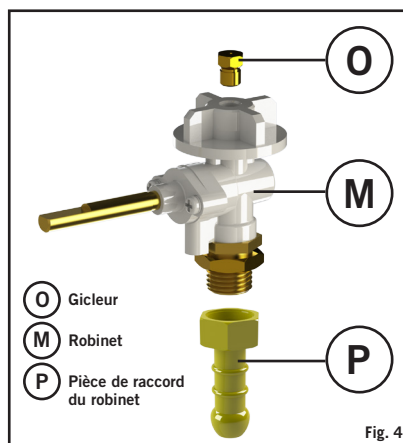

Fig. 4
**Catégories d'appareils:** I 3B/P (30), I 3+ (28-30/37) and I 3B/P (37), (DK, FI, NO, NL, SE, AT, DE, BE, ES, FR, IE, IT, PT, GB, CH)
- Sur l'autre extrémité, fixez un régulateur à basse pression de 30 mbar (configurations Butane I 3B/P (30), I 3+ (28-30/37)) ou un régulateur à basse pression de 37 mbar (configuration Propane I 3+ (28-30/37)) approprié, en vous assurant que le flexible est bien installé. Le flexible utilisé doit être conforme aux normes BS 3212:1991/SABS 1156-2 ou équivalentes. En Afrique du Sud, le régulateur utilisé doit être conforme à la norme SANS 1237.
**Catégorie d'appareil:** I 3B/P (50) (AT, DE)
- Vissez un flexible disposant des bons raccords filetés à chaque extrémité sur le filetage gaz de 1/4 po gauche du robinet (O) (Fig. 4). Fixez un régulateur à basse pression de 50 mbar adapté à l'autre extrémité du flexible. Le flexible utilisé doit être conforme à la norme DIN 4815 partie 2 ou équivalente.